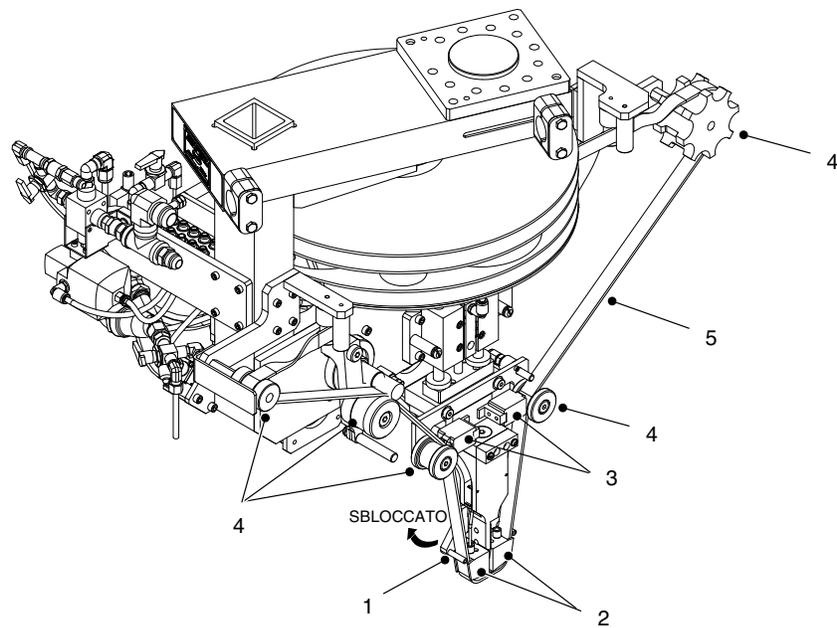
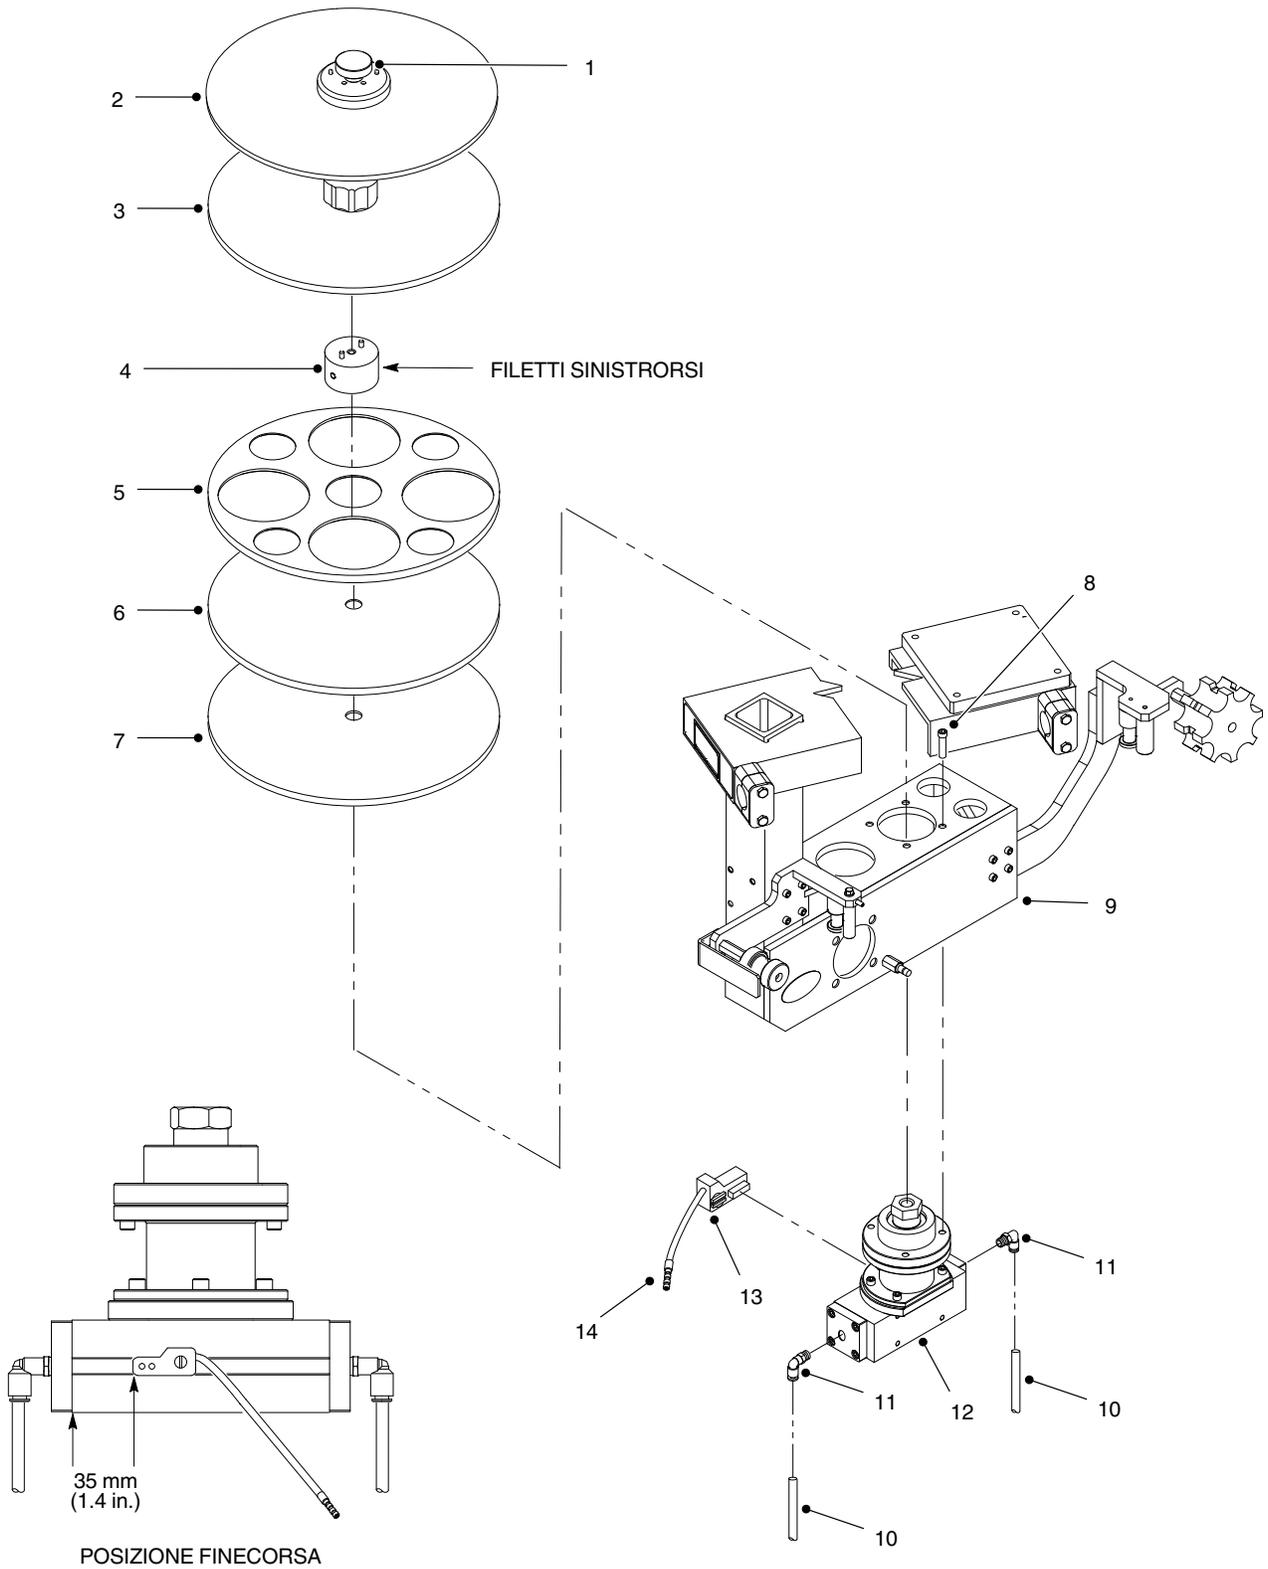

Figura 9 Rimozione dell'attuatore rotante
Figura 10 Montaggio dell'attuatore rotante
1. Vedi figura 9. Dal controller sganciare i blocchi pinze (3) dal feltro (5).
3. Muovere il blocco feltro (1) in posizione sbloccata. Togliere il feltro (5) dai blocchi di sfregamento (2) e dai rulli (4). Tagliare il feltro usato, se desiderato.
4. Vedi figura 10. Usando la manopola (1), rimuovere il disco di raccolta (2) dall'attuatore rotante (12).
6. Usare una chiave multiuso da $1\frac{1}{8}$ in. o un utensile simile per tenere l'albero sull'attuatore rotante di raccolta (12). Il mozzo di alimentazione del feltro (4) presenta dei filetti sinistrorsi. Con una chiave a staffa allentare e rimuovere il mozzo di alimentazione del feltro.
7. Rimuovere il disco di frizione della gomma (6) e la bobina restante (7) dall'albero dell'attuatore rotante di raccolta (12).
8. Prendere nota della posizione del finecorsa (13). Scollegare il connettore del finecorsa (14) dal cavo. Allentare la vite del finecorsa di un $\frac{1}{4}$ di giro. Rimuovere il finecorsa dall'attuatore rotante di raccolta (12).
9. Contrassegnare e scollegare i condotti dell'aria (10) dai raccordi (11) sull'attuatore rotante di raccolta (12).
10. Togliere le viti (8) che fissano l'attuatore rotante di raccolta (12) al telaio (9). Rimuovere i raccordi (11) dall'attuatore rotante di raccolta.
1. Vedi figura 10. Montare i raccordi (11) sull'attuatore rotante di raccolta (12).
2. Posizionare il finecorsa (13) sull'attuatore rotante di raccolta (12) come illustrato. Girare la vite del finecorsa di un $\frac{1}{4}$ di giro per serrare.
3. Collegare il connettore del finecorsa (14) al cavo.
4. Assicurarsi che il cavo del finecorsa (14) non interferisca con l'azione dell'attuatore.
5. Applicare Loctite 242 sui filetti delle viti (8). Montare l'attuatore rotante di raccolta al telaio (9) usando le viti. Stringere le viti a 92 ± 9 in.-lb (10.4 ± 1 N•m).
6. Montare la bobina (7) e il disco di frizione in gomma (6).
7. Montare il mozzo di alimentazione del feltro (4). Il mozzo di alimentazione del feltro presenta dei filetti sinistrorsi. Usare una chiave multiuso da $1\frac{1}{8}$ in. e una chiave a staffa per serrare il mozzo di alimentazione del feltro.
8. Montare le bobine restanti (3, 5) sull'albero dell'attuatore rotante di raccolta (12).
9. Collegare i condotti dell'aria (10) ai raccordi (11). Rimuovere le targhette.
10. Vedi figura 9. Montare il feltro (5) attorno ai blocchi di sfregamento (2) e ai rulli (4). Muovere il blocco feltro (1) in posizione bloccata.